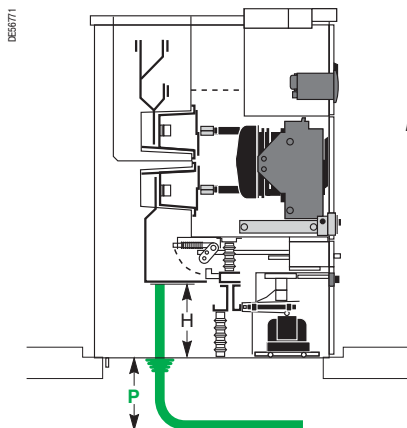

Рисунок 1
(1) Выполняя установку с балансным трансформатором тока низкого напряжения с сердечником, используйте тип трансформатора ARC3 при соединении с двумя кабелями (см. стр. 31).
- При определении глубины **P** кабельного канала распределительного щита необходимо учесть ячейки и кабели, требующие максимальной глубины (рис. 1).